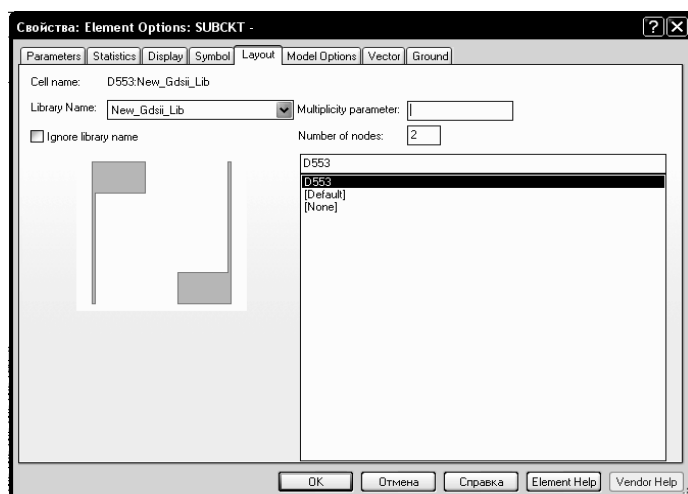

Рис. 2.56
3. Нажмите на панель **Layout** в верхней части этого окна (рис. 2.56).
4. В поле ввода **Library Name** введите имя вашей библиотеки, щёлкнув по кнопке в правом конце этого поля. Выберите имя созданного элемента топологии **D553** в правой области окна и нажмите **OK** (рис. 2.56).